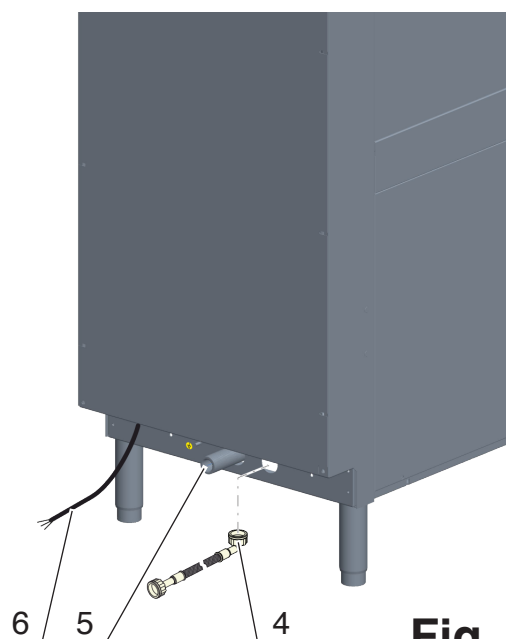

Fig. 6
- Posicionar a máquina no local definitivo e nivelá-la ajustando os pés de regulagem (20).
3.1.a Ligação do tubo de descarga (Fig. 6)
3.1.c Ligação elétrica (Fig. 6)
- Antes de efetuar a ligação elétrica, certifique-se de que os dados relativos à linha de alimentação correspondem aos indicados na placa de identificação (pos. 9 Fig. 6) e que o interruptor geral de alimentação elétrica, posicionado a montante da máquina, esteja desligado “O” OFF.
- Conecte o cabo (pos. 9 Fig. 6) de alimentação elétrica ao interruptor geral posicionado a montante da máquina.